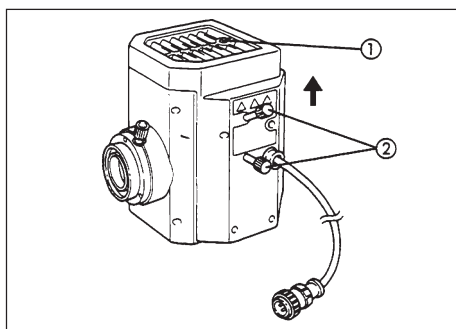

Fig. 3
1. Desserrer la vis de fixation de l'embase de la lampe ① à l'aide de la clé Allen fournie. (Fig. 3)